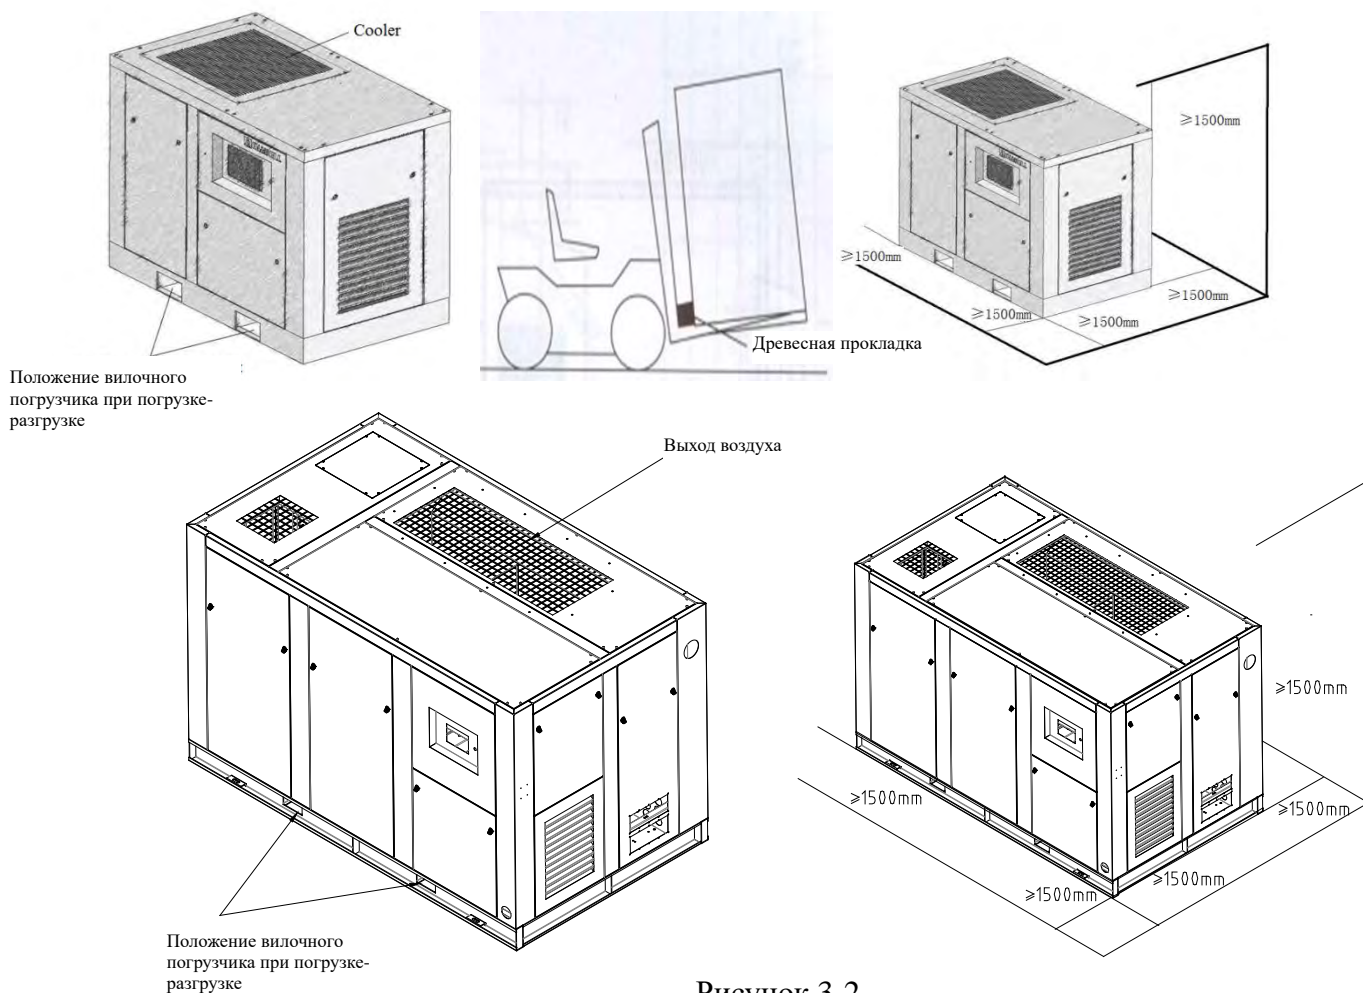

Рисунок 3-2
- 4) В окружающем пространстве воздушного компрессора и относительно верхних вентиляционных отверстий должно быть отведено не менее 1500 мм помещения для обслуживания (рисунок 3.2).